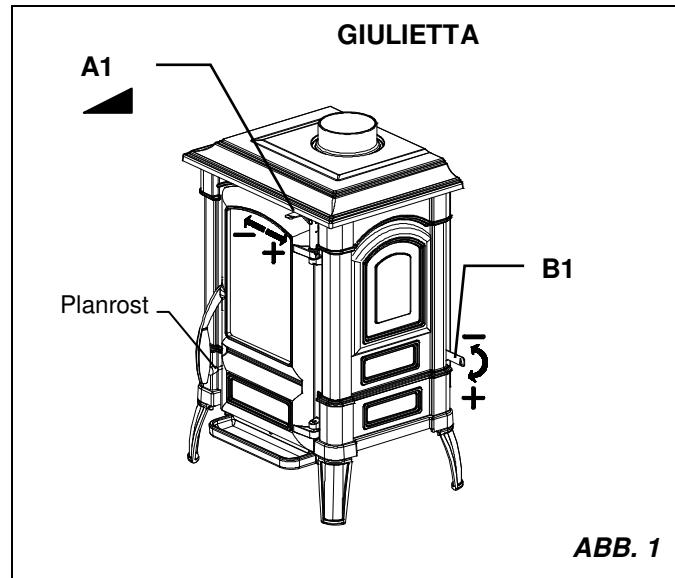
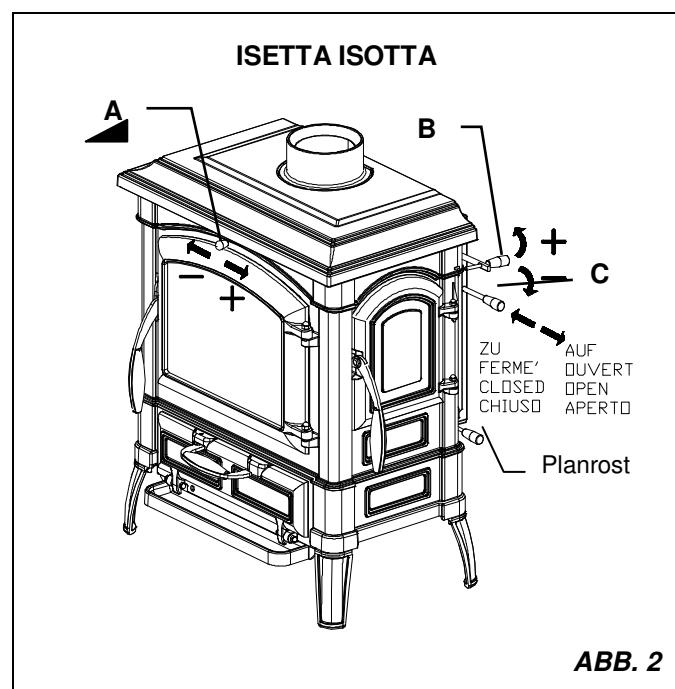

ABB. 1
ABB. 2
(ABB. 2-Thermostat B - Klappe ABB. 1 B1)
(ABB. 2 – A - ABB. 1 A1)
**Anzündschieber** ( ABB. 2 C Isetta 07, Isotta 07) Siehe Paragraph 9.